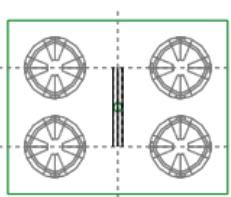

图 28.13 截面草图
Step6. 绘制截面草图。进入草绘环境后，选取 **MOLD_FRONT** 基准平面、**ADTM2** 基准平面和 **ADTM4** 基准平面为草绘参考；绘制图 28.13 所示的截面草图(即一条中间线段)。完成截面草图的绘制后，单击“草绘”操控板中的“确定”按钮 。